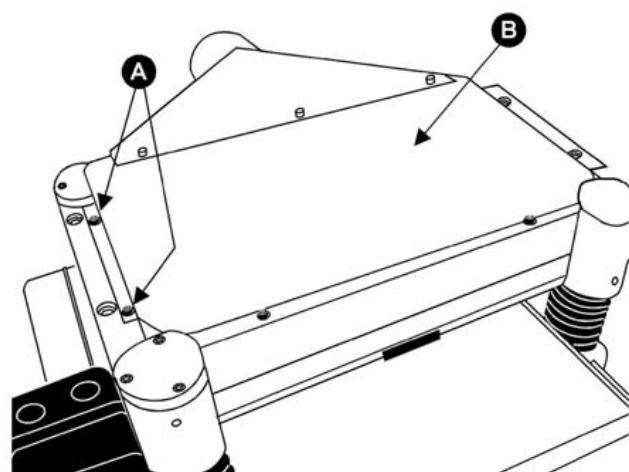

Рис. 20. Для наглядности узел двигателя снят.
Настройка ножей (см. рис. 20)
2. Открутите четыре винта (A, Рис.20) с верхней крышки (B, Рис. 20) и три винта со дна вытяжного патрубка. Снимите крышку и вытяжной патрубок.